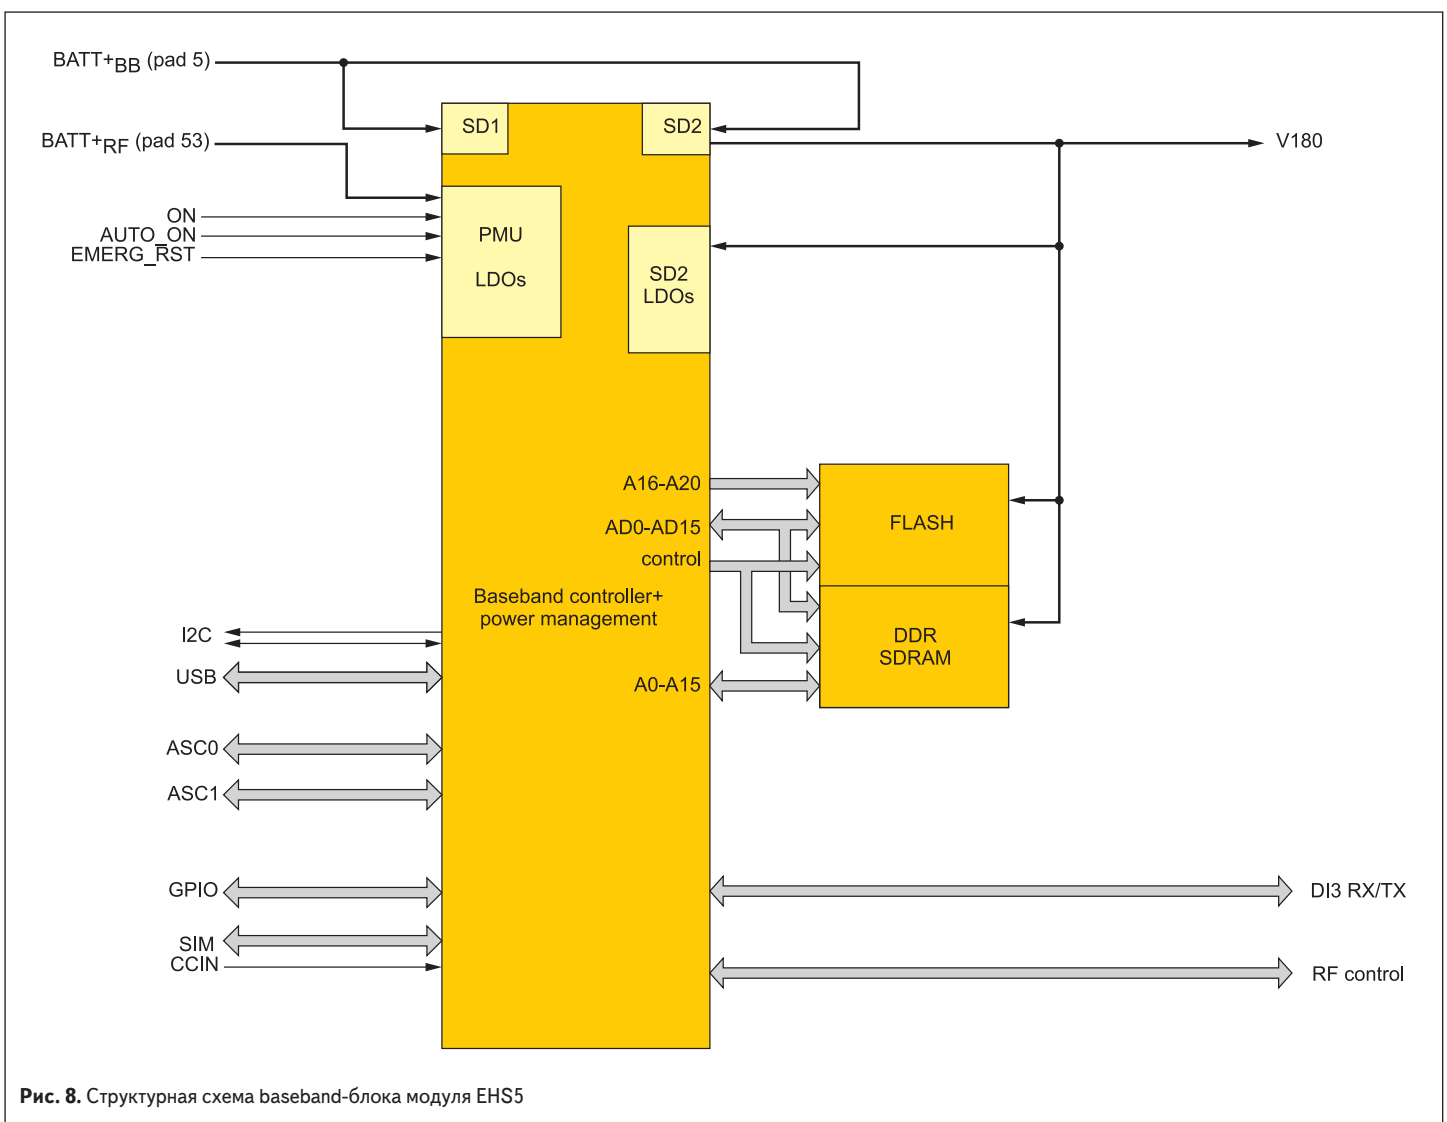

Рис. 8. Структурная схема baseband-блока модуля EHS5
Модуль EHS5 разработан на базе нового чипсета Intel XMM, который содержит на одном кристалле процессор baseband (BB), приемопередатчик с интегрированным усилителем мощности, а также встроенный интеллектуальный блок электропитания. Структурная схема BB-блока модуля EHS5 показана на рис. 8.